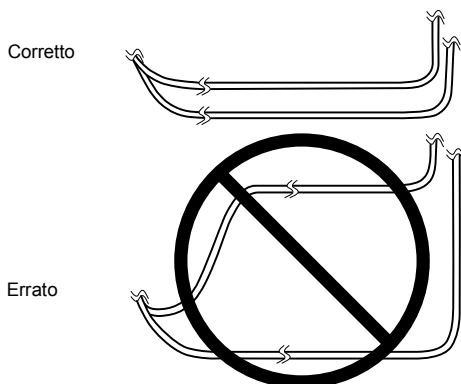

Figura 5. Posizionamento dei due corpi dell'elettrocattetero.
- Durante il posizionamento dei due corpi dell'elettrocattetero, fare in modo che lo spazio tra gli stessi sia ridotto al minimo (Figura 5). Se i corpi dell'elettrocattetero vengono posizionati in un percorso ad anello ed il paziente viene esposto a fonti di interferenza elettromagnetica (ad esempio, dispositivi antifurto), questi può percepire un momentaneo aumento della stimolazione che alcuni pazienti hanno descritto come stimolazione fastidiosa (sensazione di sobbalzo o di scossa elettrica).